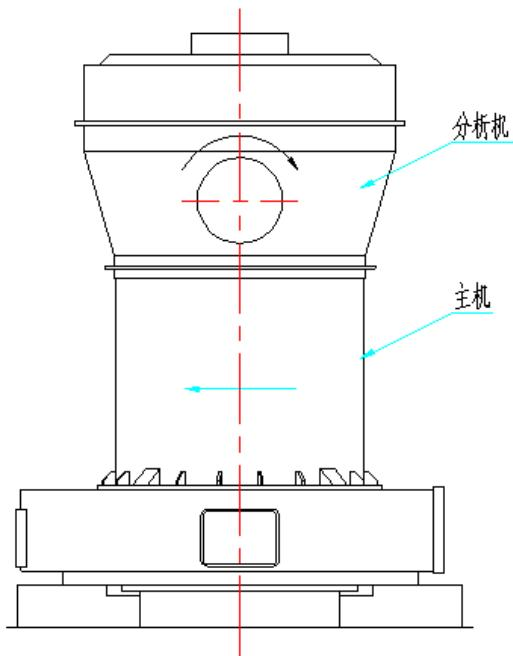

图 8 主机和分析机的转向图
- (1) 主机和分析机的转向应按图 8 所示方向进行；
- (2) 主机空负荷运转按转向要求时间应不少于 1 小时；
- (3) 主机空负荷运转应将磨辊装置用钢丝绳扎紧，避免磨辊与磨环接触打击，如无条件，亦可将磨辊装置拆卸；
- (4) 主机空运转应平稳，润滑油最高温度不得超过 80 ℃，温升不超过 40℃；